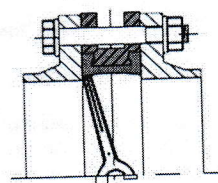

Рис. 1 (неправильно)
1. Использование фланцев с внутренним диаметром меньше номинального диаметра затвора (рис. 1).